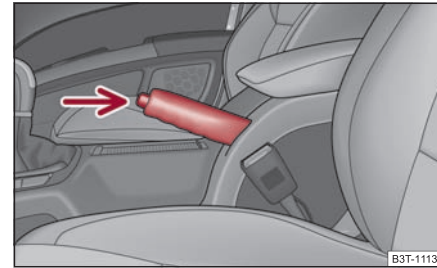

Abb. 137 Mittelkonsole: Handbremse
- Ziehen Sie den Handbremshebel etwas hoch **und** drücken Sie **gleichzeitig** den Sperrknopf ⇒ Abb. 137 hinein.